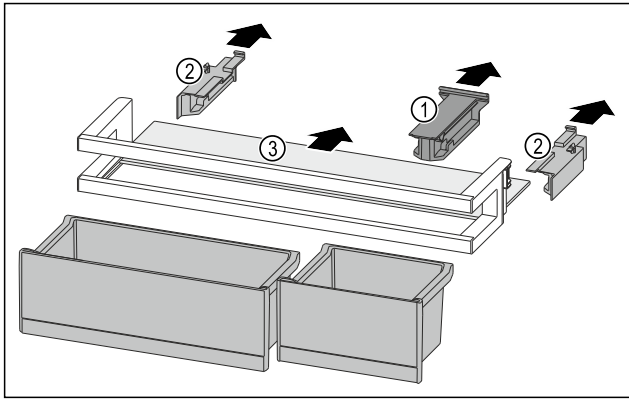

Fig. 92
- ▶ Halteteil Fig. 92 (1) abziehen.
- ▶ Seitenteile Fig. 92 (2) abziehen.
- ▶ Abstellfläche Fig. 92 (3) entnehmen.